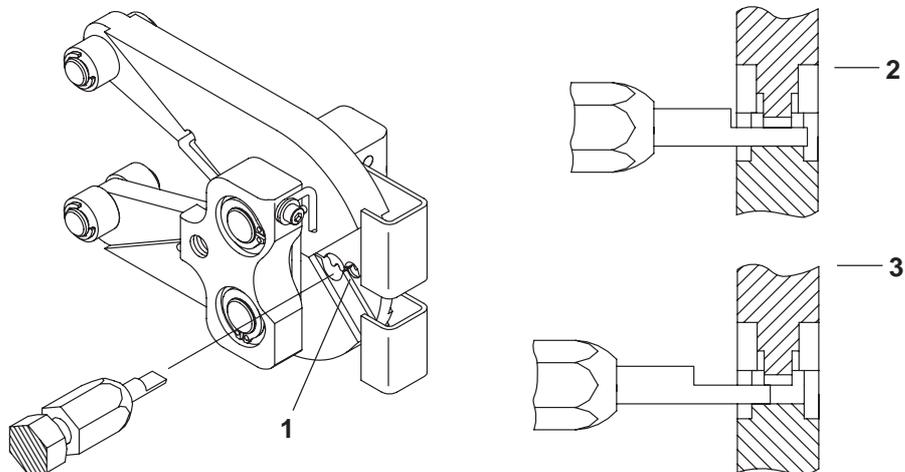

Bild 9 Prüfen der Crimp-Schließung
3. Richten Sie das Einsteck-Element mit der Crimp-Kammer aus. Drücken Sie das Einsteck-Element ohne größere Kraftaufwendung gerade in die Crimp-Kammer. Das Einsteck-Element muss vollständig durch die Crimp-Kammer hindurchgehen. Siehe Bild 9.